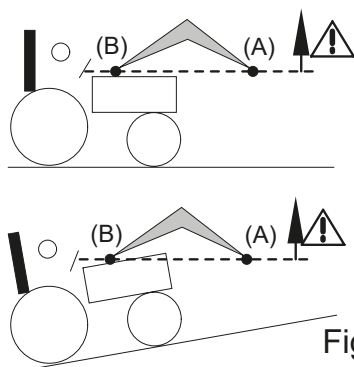

Fig. 2
- Verlies tijdens het heffen en het verplaatsen de lading niet uit het oog vanaf het moment dat het scharnierpunt van het werktuig (A) niet langer in het horizontaal verlengde van het scharnierpunt van de frontlader (B) ligt [zie Afb. 2]. Corrigeer indien nodig de positie van het werktuig, zodat de lading nooit naar de bestuurder gericht wordt [zie Afb. 3].
GEVAAR: Als de lading niet goed vastgezet is, loopt de operator het risico dat de lading valt wanneer het scharnierpunt van het werktuig (A) niet langer in het horizontaal verlengde van het scharnierpunt van de frontlader (B) ligt [zie Afb. 2].
GEVAAR: Het is verboden de frontlader te kiepen wanneer het scharnierpunt van het werktuig (A) niet langer in het horizontaal verlengde van het scharnierpunt van de frontlader (B) ligt [zie Afb. 2].